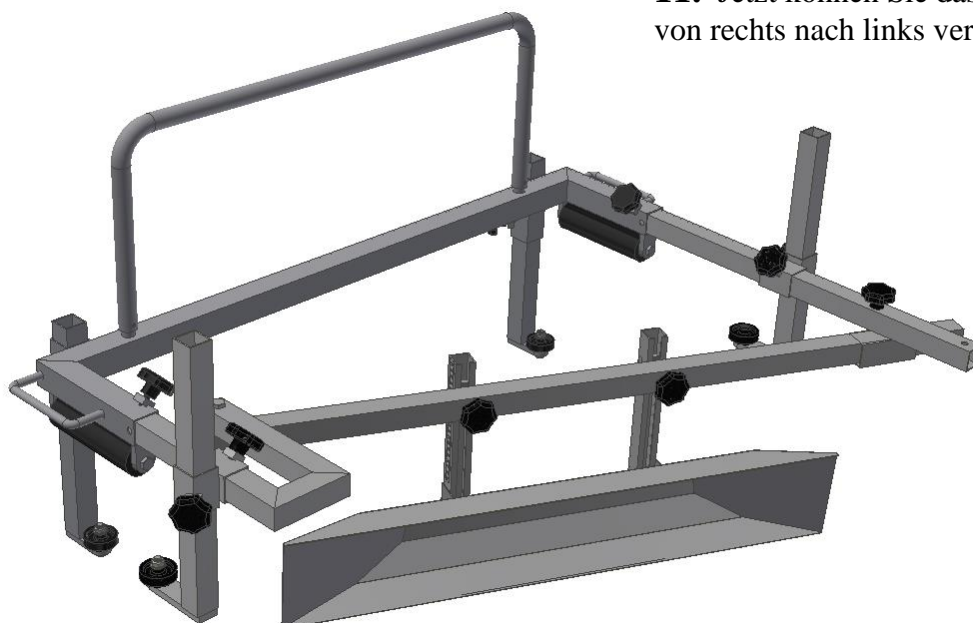

Bild 26
**11.** Jetzt können Sie das Betonabziehsystem von rechts nach links verwenden. (Bild26)